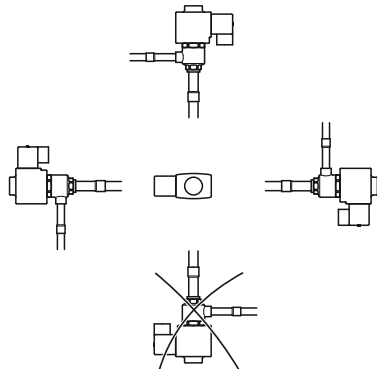

Рис.3. Пространственное положение
- Конструкция клапана предусматривает возможность его установки в любом пространственном положении, кроме положения катушкой вниз (рис.3).